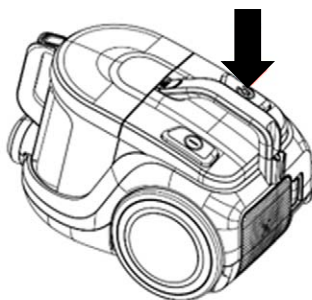

Fig. 4
4. **Abb.4: So überprüfen Sie die Wicklung des Netzkabels.**